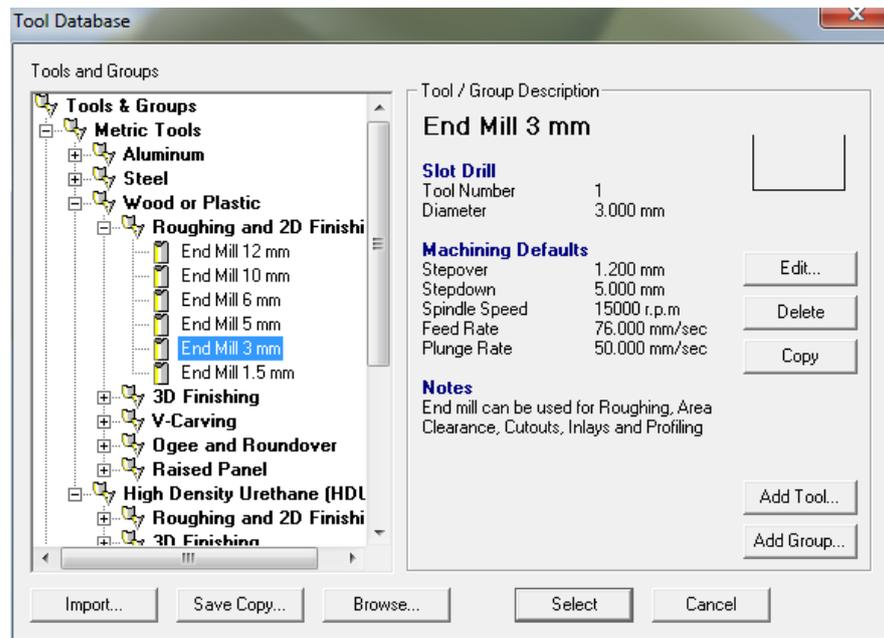

Рисунок 31
4. В окне задать инструмент (рисунок 31) и материал (рисунок 32);